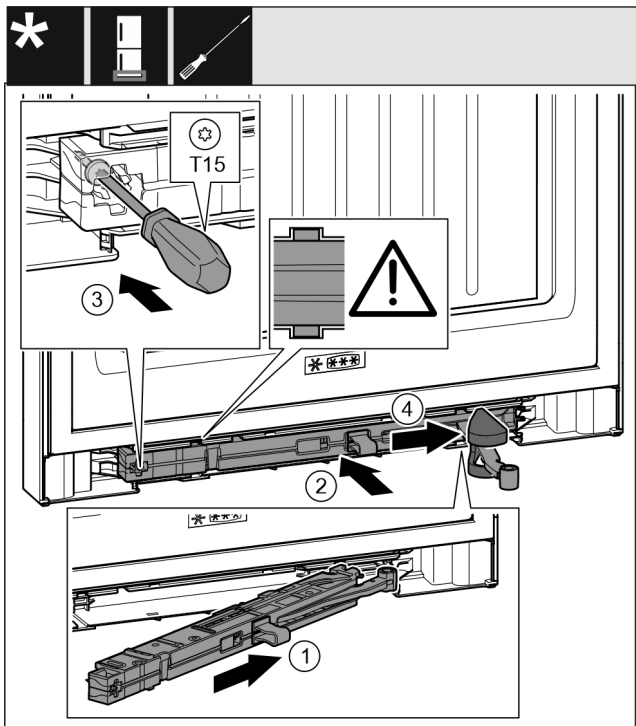

Fig. 46
- ▶ Jednotku tlmíča uzatvárania zasuňte na strane ložiskovej konzoly až na doraz šikmo do vybrania. Fig. 46 (1)
- ▶ Jednotku tlmíča uzatvárania zasuňte úplne do vybrania. Fig. 46 (2)
- ▶ Skrutkovačom T15 pevne zaskrutkujte skrutku. Fig. 46 (3)
- ▶ Na klb nasuňte kryt. Fig. 46 (4)